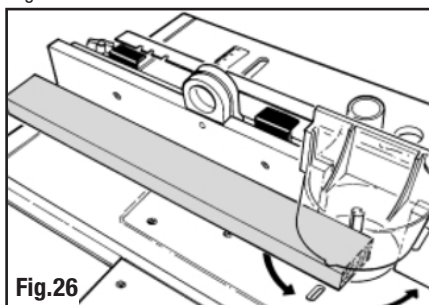

Fig.26
- Gebruik een recht houten blok voor het uitlijnen van het frees bit met het achterste MDF paneel (Fig. 26), en begin uw snede.